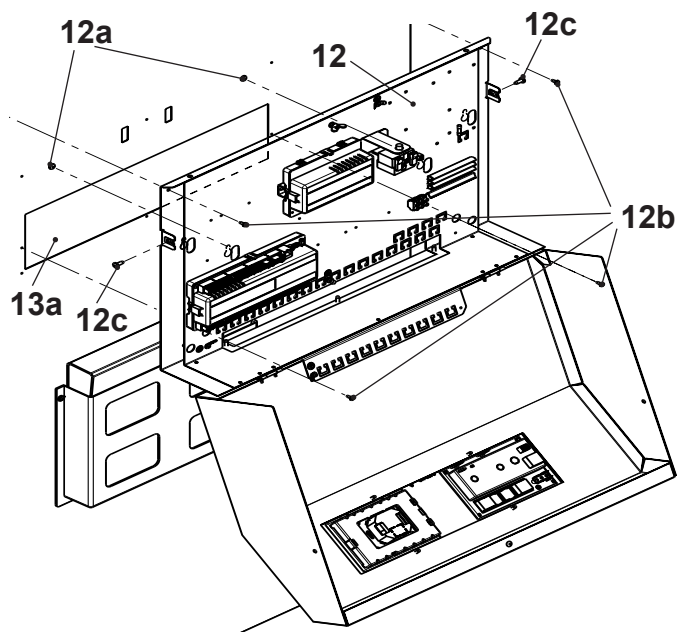
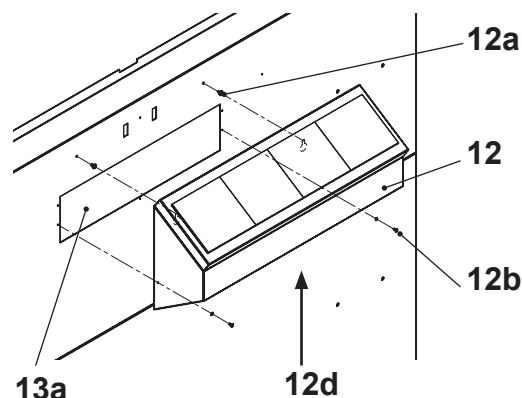
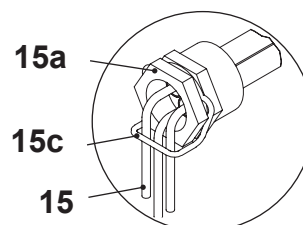

Fig. 16
Fig. 17
Fig. 18
1. Monter les vis spéciales avec les écrous (12a, Fig. 16) sur la paroi latérale. Accrocher ensuite la commande de la chaudière (12, Fig. 16) avec les perçages effectués pour les vis spéciales sur le panneau latéral et fixez-la avec quatre vis Parker Ø 3,5 x 6,5 et des rondelles à dents chevauchantes extérieures (12b).
2. Tirez les capillaires avec les sondes plongeantes (15, Fig. 18) par l'ouverture (13a, Fig. 16), insérez-les jusqu'à la butée dans la douille plongeante (15a, Fig. 18) et fixez-les au moyen de ressorts de fixation (15c, Fig. 18).
4. Fermer la commande de la chaudière et la visser (12c, Fig. 16),
5. Monter les vis spéciales avec les écrous (12a, Fig. 17) sur la paroi latérale. Accrocher ensuite la commande de la chaudière (12, Fig. 17) aux vis spéciales et la sécuriser avec les vis à tête Ø 3,5 x 6,5 et les rondelles éventail (12b, Fig. 17).
6. Tirez les capillaires avec les sondes plongeantes (15, Fig. 18) par l'ouverture (13a, Fig. 17), insérez-les jusqu'à la butée dans la douille plongeante (15a, Fig. 18) et fixez-les au moyen de ressorts de fixation (15c, Fig. 18).
8. Monter le cache sur la commande de la chaudière (12d, Fig. 17) avec des vis à tête Ø 3,5 x 6,5 et des rondelles éventail.